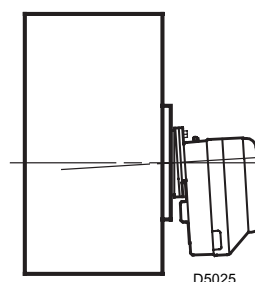

Fig. 5
- Als de brander geplaatst is, dient hij lichtjes over te hellen zoals in fig. 5.